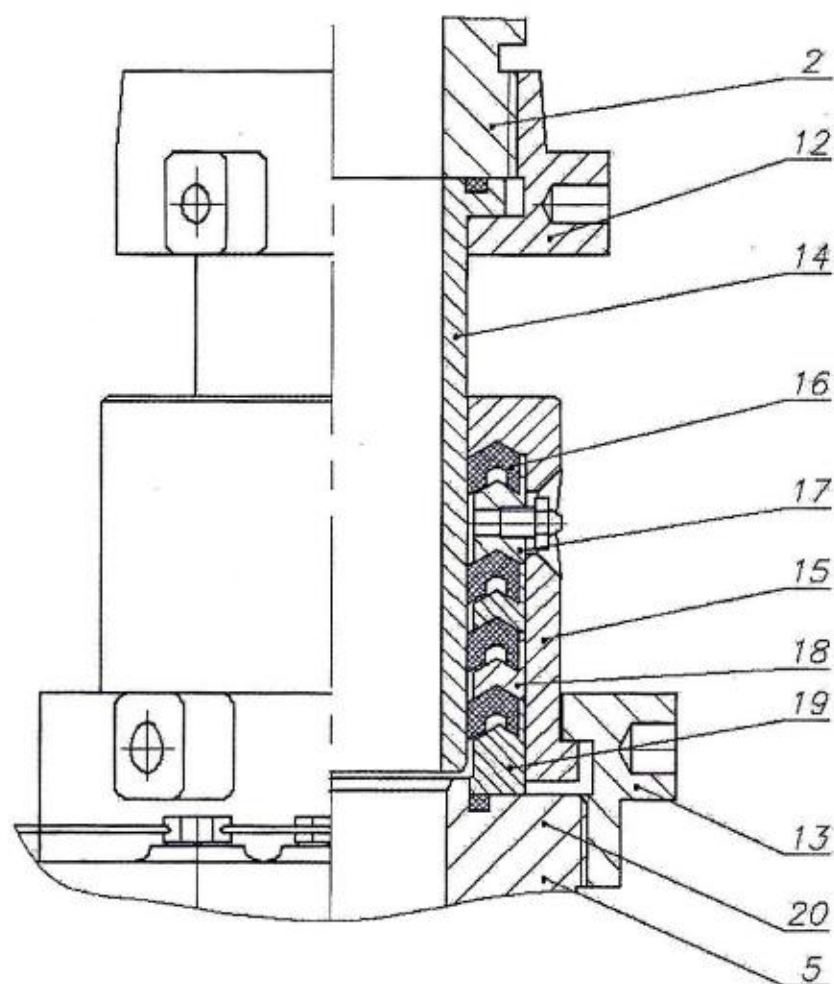

Рис.2
Верхнее уплотнение 10 (рис.2) быстросъемное и подсоединяется к подводу 2 и стволу 5 гайками 12 и 13. Уплотнение состоит из патрубка 14, установленного коаксиально в стакане 15 и набора резиновых манжет 16 (4 шт.) с кольцами 17 и 18 и грундбуксой 19. Торцы уплотнены манжетой и резиновыми кольцами 20.
10.3.4 Демонтаж и монтаж верхнего уплотнения производить согласно указанию на рис.2.